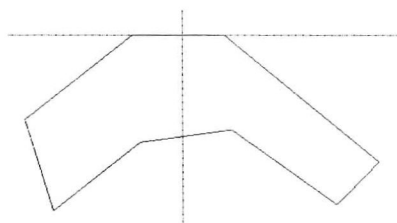

图1-13
1. 绘制两条互相垂直的结构线，绘制截面的大体轮廓，如图 1-13 所示。